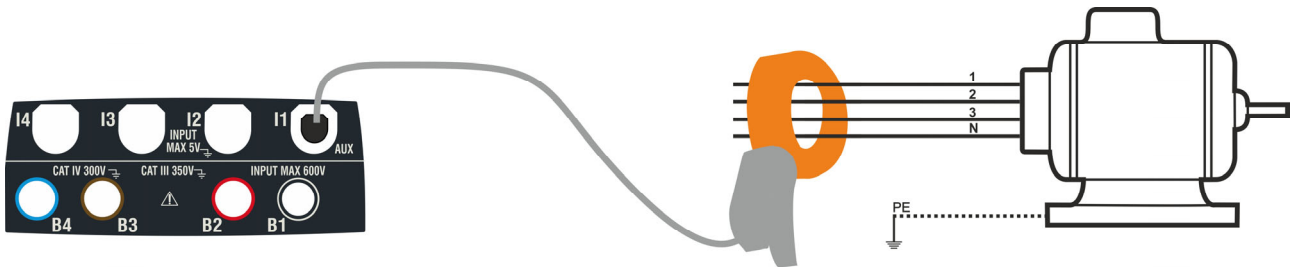

Fig. 6: Misurazione indiretta della corrente di dispersione in impianti trifase
5. Per misure indirette della corrente di dispersione collegare la pinza esterna in accordo alla Fig. 6 . Per misure dirette della corrente di dispersione collegare la pinza in accordo alla Fig. 7 e scollegare le eventuali connessioni aggiuntive di terra che potrebbero influenzare i risultati della prova